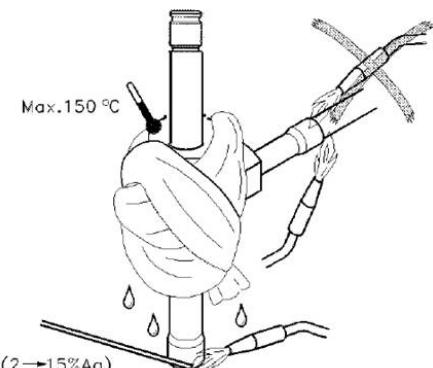

Fig. 2.
- During soldering it isn't necessary dismantling the valve, but the coil only. During this process cover the valve with a wet rag and hold the flame away from the body (see Fig. 2).
- Non è necessario smontare la valvola durante la saldatura, ma solo la bobina. Durante questo processo proteggere il corpo valvola con uno straccio bagnato ed evitare che la fiamma lo investa direttamente (vedi Fig. 2).